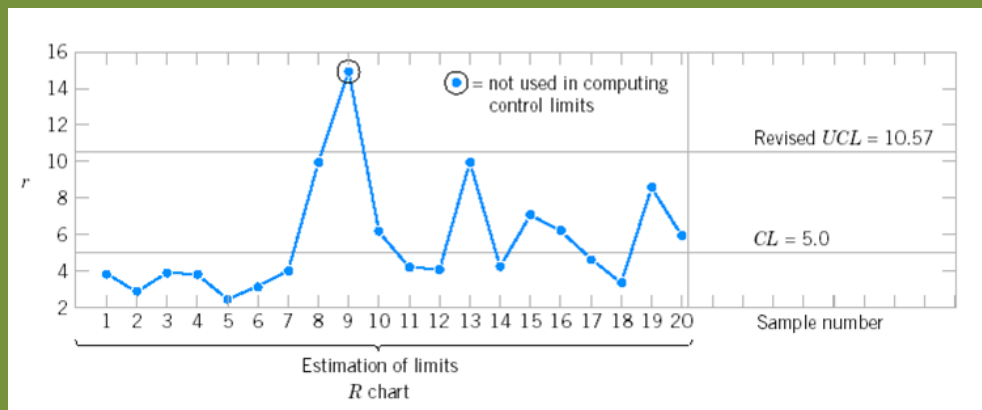

Figura 6.7: Gráficos de control R *actualizado*
- El gráfico de control R *actualizado* lo podemos ver en la Figura 6.7.